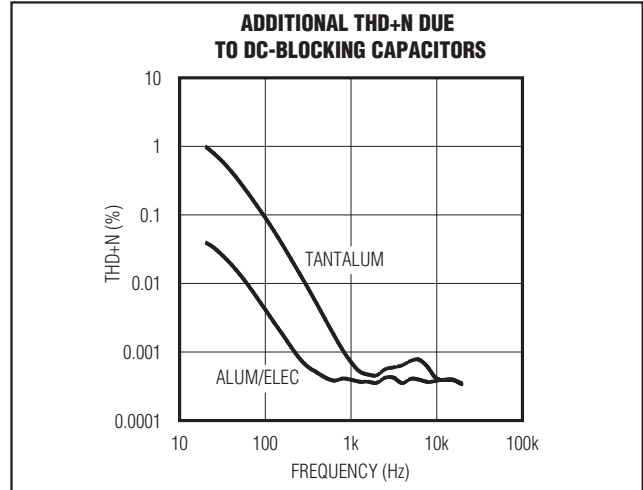

図3. DCブロッキングコンデンサに起因する歪み
- 2) コンデンサに印加される電圧が変化するとコンデンサの値が変わるため、DCブロッキングコンデンサの電圧係数が、再生されたオーディオ信号の歪に寄与します。低周波では、-3dBポイントを下回る周波数ではコンデンサのリアクタンスが支配的となり、電圧係数が周波数依存の歪となって表れます。図3は2種の異なったコンデンサの誘電体のタイプによって